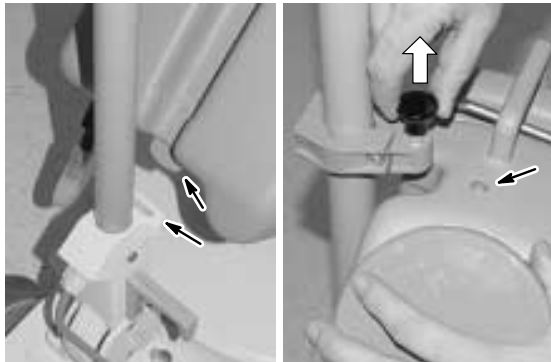

ABB. 3
2. Stecken Sie die Halterung an der Unterseite des Frischwassertanks, wie angegeben, in den Schlitz der Tankstütze an der Unterseite des Bedienungsgriffes. Sichern Sie die Oberseite des Tanks, wie angegeben, mit der oberen Halterung. Ziehen Sie dann die Schrauben der oberen Halterung an (Abbildung 3).